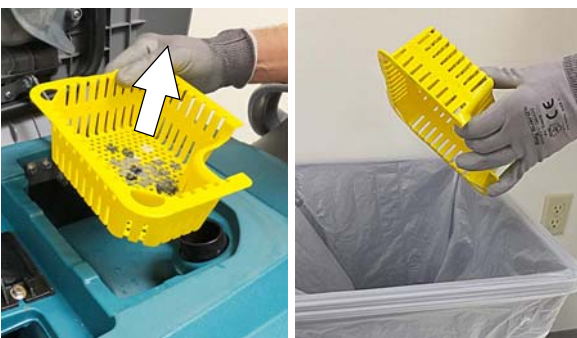

РИС. 87
2. Модель Т300 – Снимите и очистите поддон для мусора (Рисунок 87).